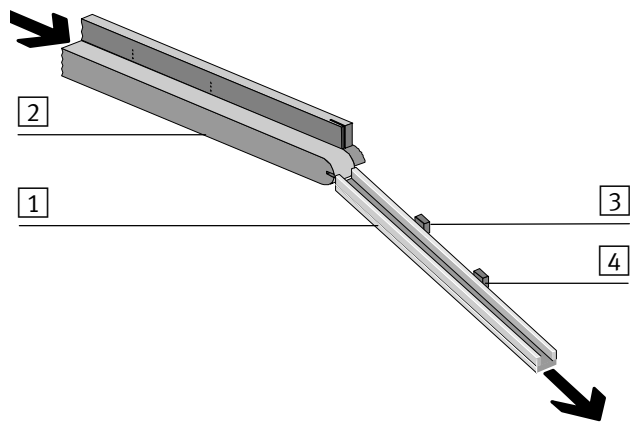

Bild 3/7: Staustrecken-Kontrolle mit Schaltverzögerung
Mit CheckKon kann die CHB-C-N wahlweise für den Betrieb mit einem oder zur Schaltverzögerung des Kleinteile-Förderers mit zwei Staurecken-Sensoren (Bild 3/7) konfiguriert werden: Menü [Ansicht] [Systemparameter] ◇ Transportsysteme ◇ Weiterführende Systeme ◆ Anzahl Staurecken-Sensoren = 1 (2).